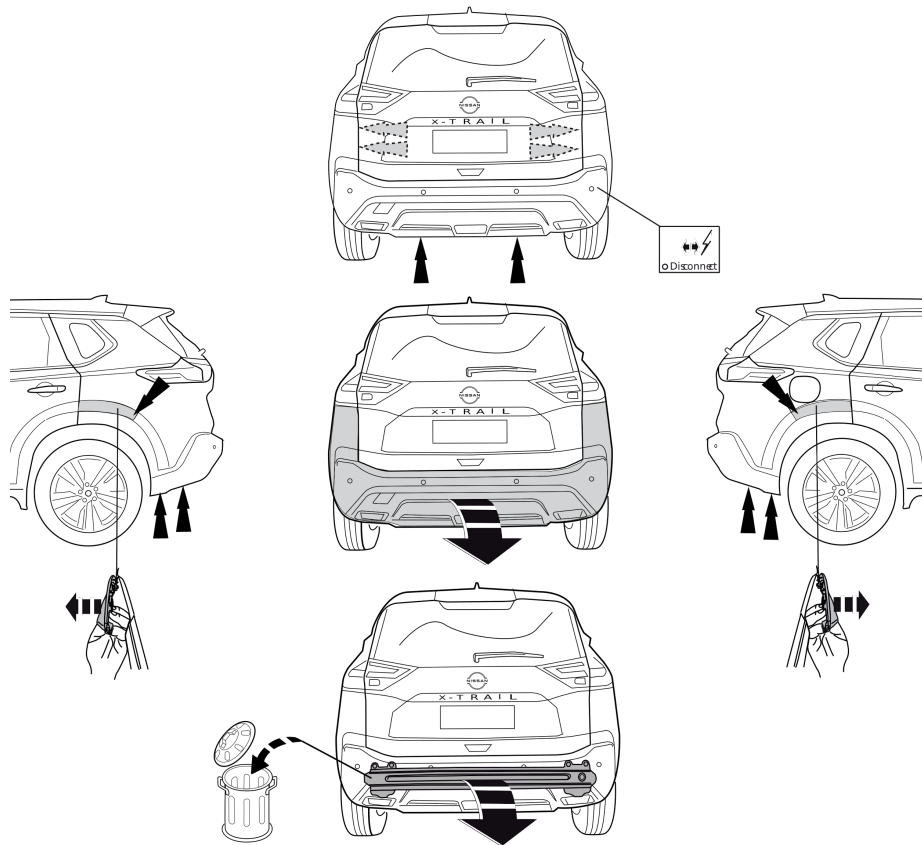

Fig. 1
- Снять бампер вместе со буферным брусом автомобиля. Буферный брус больше не понадобится. Поставить болты на место. См. рисунок 1.